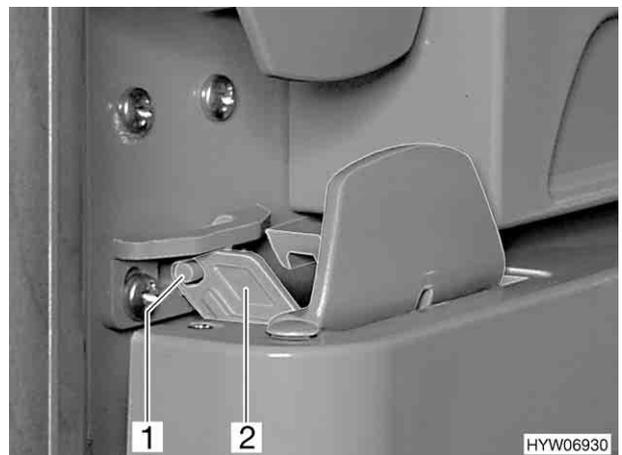

Bild 123 Kühlschrankschranktür in Lüftungsstellung (N80P)
- Verriegelung (Bild 123,2) aufklappen und am Stift (Bild 123,1) einrasten. Die Kühlschrankschranktür bleibt damit leicht geöffnet.